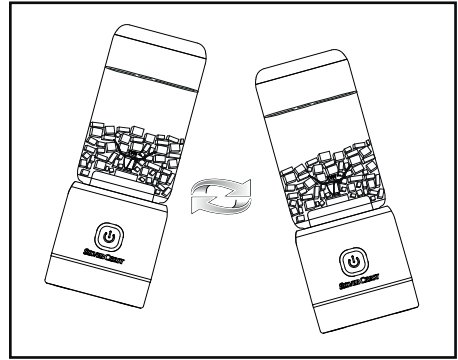

Fig. 1
4) Pour que les ingrédients se répartissent mieux, vous pouvez déplacer l'appareil pendant qu'il broie les aliments. Pour ce faire, tenez l'appareil dans la main et effectuez des mouvements de va-et-vient oscillants (voir fig. 1). Veillez à ce que le gobelet **4** ne se détache pas du bloc moteur **9**.